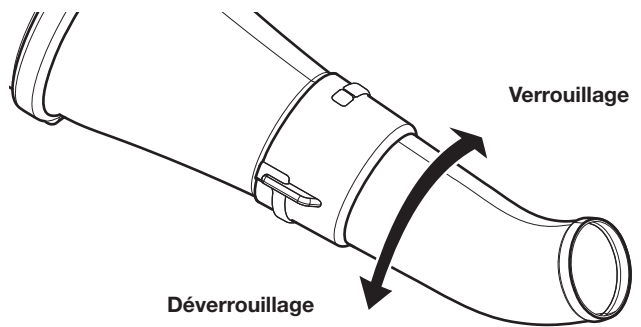

Fig. 2
2. Tournez la buse dans le sens horaire jusqu'à ce qu'elle s'enclenche et que vous entendiez un clic (Fig. 2).
1. Tordez la buse dans le sens antihoraire jusqu'à ce qu'elle se débloque du tube de la souffeuse (Fig. 2).
2. Retirez la buse du tube de la souffeuse (Fig.2).